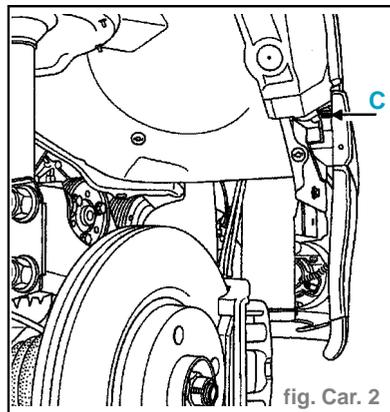

fig. Car. 2
- les vis de fixation latérales (C), (fig. Car. 2)